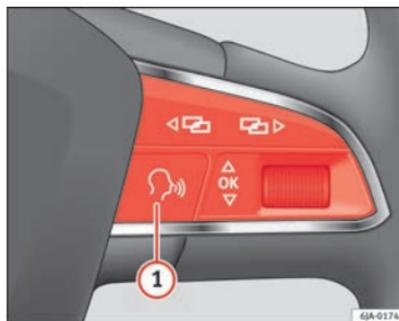

Fig. 41 Volant multifonction : contrôle à commande vocale
En appuyant brièvement sur la touche  ① ⇒ fig. 41 sur le volant multifonction.
Si le système est en train de reproduire un message, il est nécessaire de terminer le message en cours de reproduction en appuyant brièvement sur la touche  ① ⇒ fig. 41 du volant multifonction.
- en appuyant brièvement sur la touche  ① ⇒ fig. 41 sur le volant multifonction.